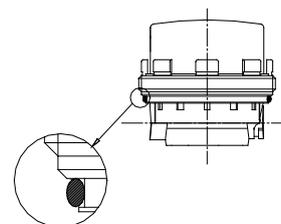

Abb. 2
- 1.6 Minolas-Messkapsel aus der Verpackung entnehmen. Werksseitig sind Gewinding, Aushebering und O-Ring bereits vormontiert (Abb. 2).